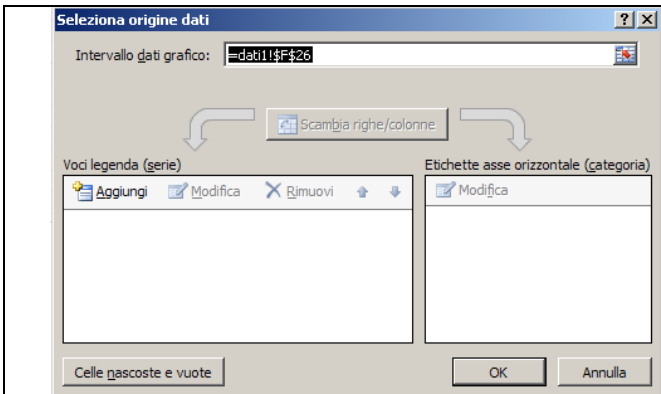

Figura 2 – Finestra Excel per la selezione dei dati
- appare la finestra di figura 2,